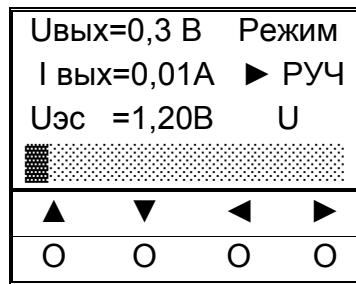

Рисунок 9
1. С помощью кнопок управления «◀», «▶» установить ползунок в нижней строке индикатора в крайнее левое положение, проконтролировать значения параметров: $U \leq 0,5В$, $I \leq 0,03А$ (рисунок 9).